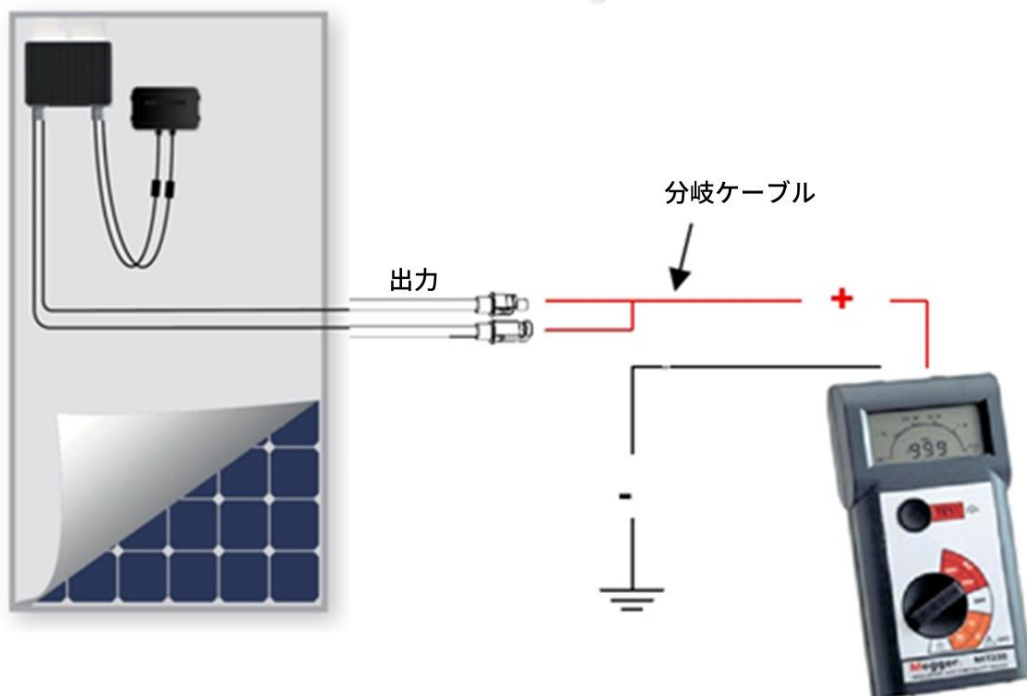

図3：パワーオプティマイザとモジュールに絶縁抵抗計を接続
5. 絶縁抵抗計を使用して、パワーオプティマイザとモジュールの抵抗を測定してください(図3):